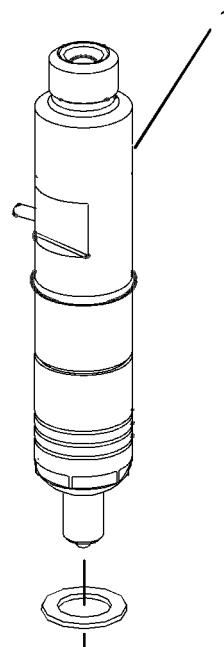

Ilustración 38
El inyector de combustible (1) de la ilustración 38 no tiene retorno de combustible. Este inyector se usa sólo en motores electrónicos.